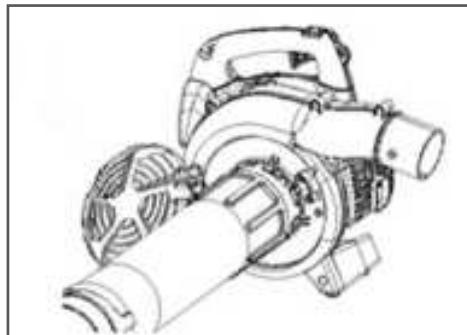

Рис. 12 Проверка зазора между электродами
- Измерьте зазор между электродами свечи зажигания специальным щупом. Зазор должен быть 0,6-0,7 мм (Рис. 12). При увеличении или уменьшении требуемого зазора рекомендуется заменить свечу, так как регулировка зазора может привести к изменению качества искрообразования.